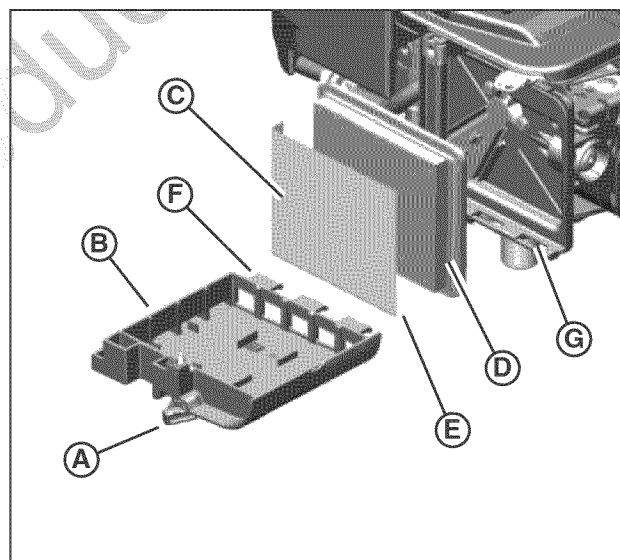

Figure 15 : Filtre à air et préfiltre
1. Desserrer l'attache (A, Figure 15) retenant le couvercle (B).
2. Ouvrir le couvercle et retirer le dépoussiéreur (C) et le filtre (D).
5. Attacher le dépoussiéreur sec au filtre à l'aide de la lèvre (E) du dépoussiéreur sur la partie inférieure des éléments plissés du filtre.
7. Installer les pattes (F) du couvercle dans les (G).